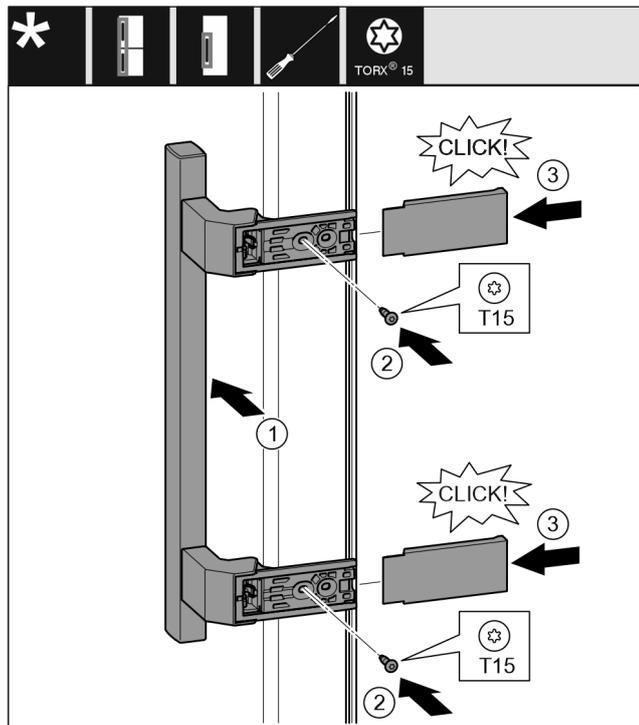

Fig. 20
- ▶ Postavite ručku na suprotnu stranu. Fig. 20 (1)
- ▶ Pritegnite vijke odvijačem T15. Fig. 20 (2)
- ▶ Postavite pokrove bočno i natakните ih. Fig. 20 (3)